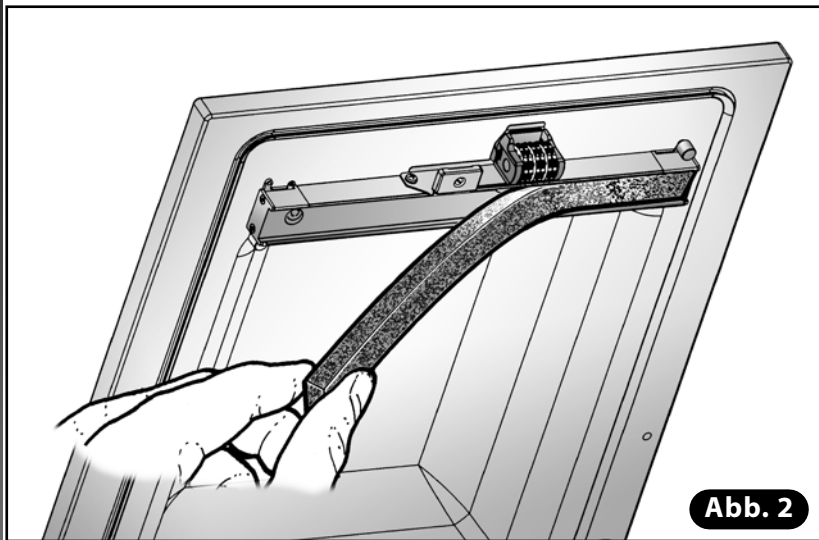

Abb. 2
- 2) Alte Dichtung aus ihrer Nut entfernen. Mit einem neutralen Reiniger die Dichtungsnut sorgfältig reinigen (**Abb. 2**).
- 2) Silikonprofil vom Gegenbalken entfernen (**Abb. 2**).